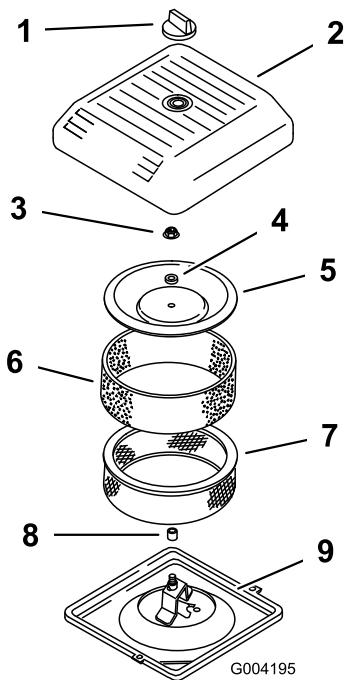

Figure 43
3. Dévissez le bouton et déposez le couvercle du filtre à air (Figure 43).
4. Glissez délicatement le préfiltre en mousse hors de l'élément en papier (Figure 43).
5. Dévissez l'écrou du couvercle de protection et déposez le couvercle, l'entretoise et l'élément en papier (Figure 43).
2. Posez le filtre à air sur sa base (Figure 43).
- Montez le couvercle de protection sans oublier l'entretoise, et fixez-le avec l'écrou (Figure 43). Serrez l'écrou à 11 N m.
- Remettez le couvercle du filtre à air et fixez-le à l'aide du bouton (Figure 43).